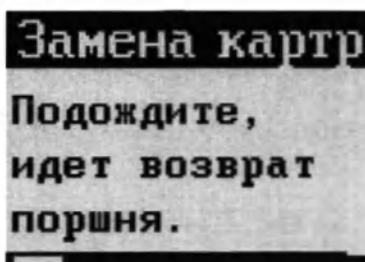

Рисунок 47 – Экран процесса возврата в исходное положение механизма для картридж-системы
9. Нажать и удерживать кнопку «ОК» в течение трех секунд. После этого начнется возврат в исходное положение механизма для картридж-системы. На экране при этом будет отображаться процесс возврата (рисунок 47).